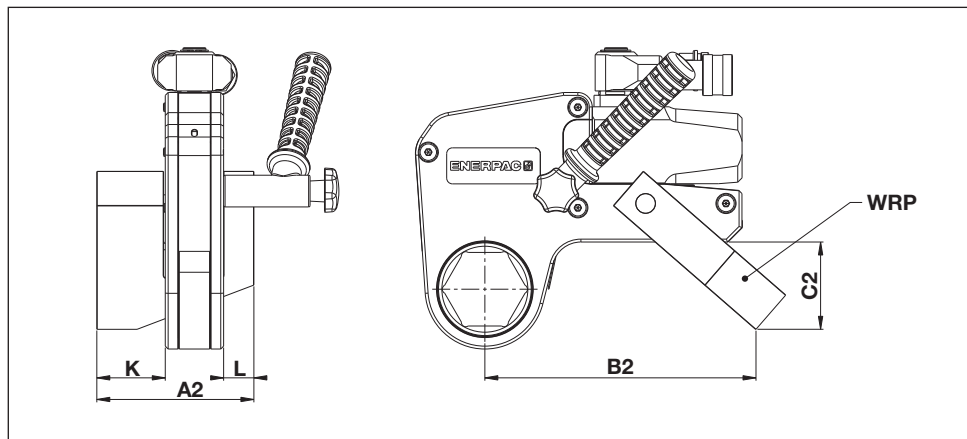

図24
6.1.2 寸法、WRPシリーズリアクションパドル(図24)